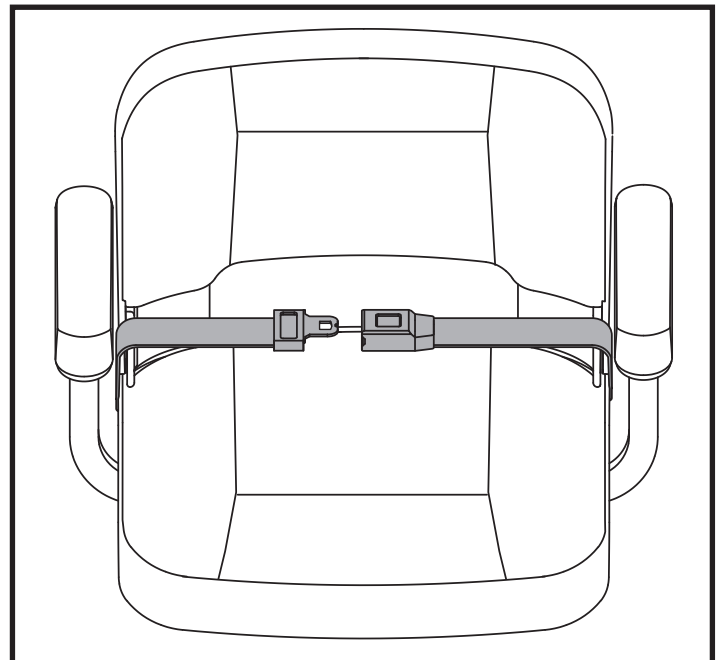

Abb. 22. Rückhaltegurte–Rückhaltegurt mit Schloss
1. Schloßzunge in das Schloßteil stecken, bis der Schnellverschluß hörbar einrastet. **Siehe Abb. 22.**